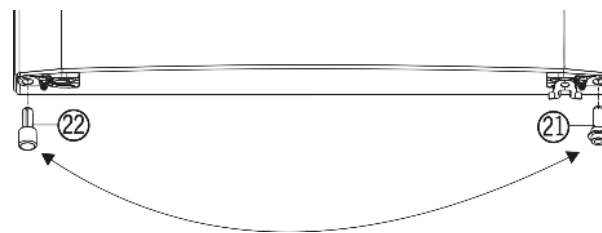

Fig. 4
- ▶ Retirer la butée Fig. 4 (22) de la porte en bas à gauche.
- Remettre la butée Fig. 4 (22) en bas à droite dans la porte.